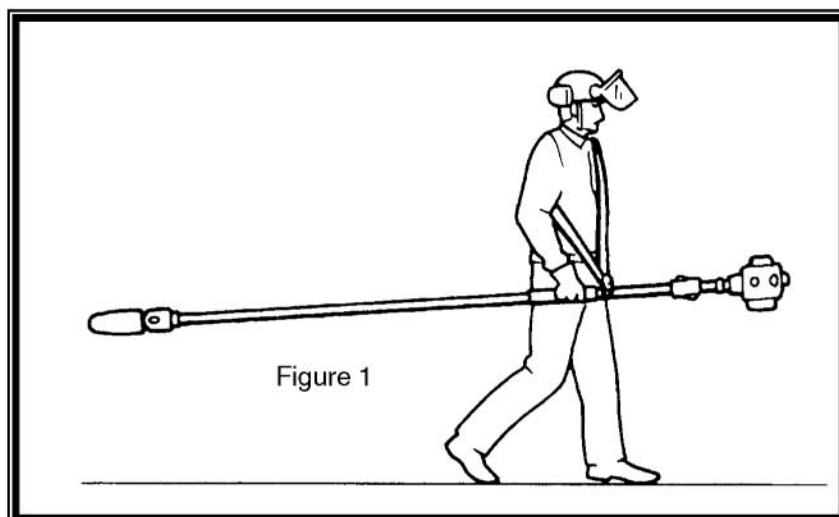

Figure 1
- Ne jamais transporter la tronçonneuse avec le moteur en marche. Le dispositif de coupe doit être recouvert de son protecteur, et dirigé vers l'arrière, au cours du transport (Fig.1).